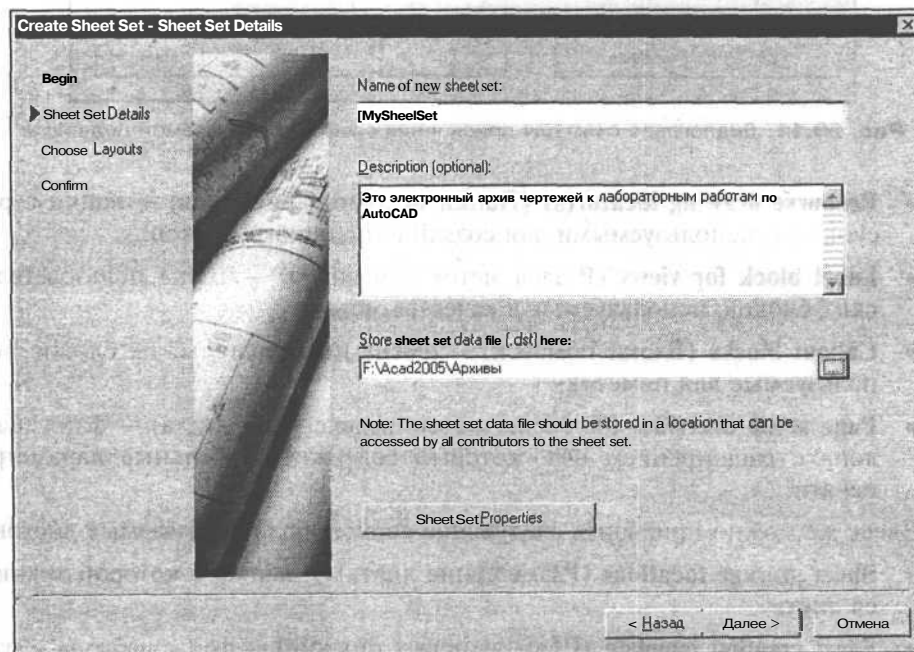

Рис. 20.10. Задание данных о подшивке
4. В следующем диалоговом окне **Create Sheet Set - Sheet Set Details** (Создание подшивки - Имя и описание подшивки) (рис. 20.10) введите имя подшивки, ее описание и выберите папку, в которой она будет храниться.